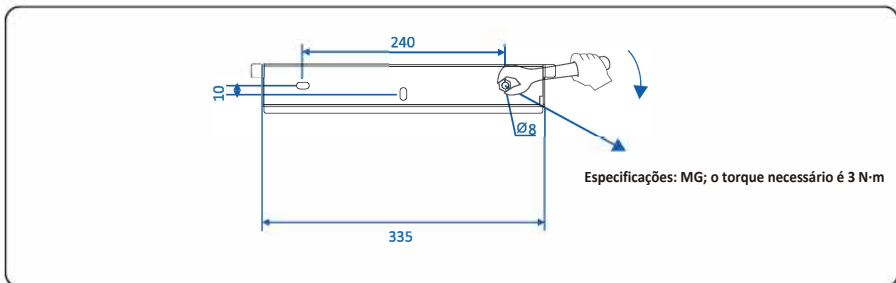

Figura 4.13: Instalando o painel traseiro
**Passo 5:** Alinhe o painel traseiro com os furos, insira os parafusos de expansão nos furos através do painel traseiro e aperte os parafusos de expansão com um torque de 2-2,5 N·m usando uma chave de torque, conforme mostrado na Figura 4.13.